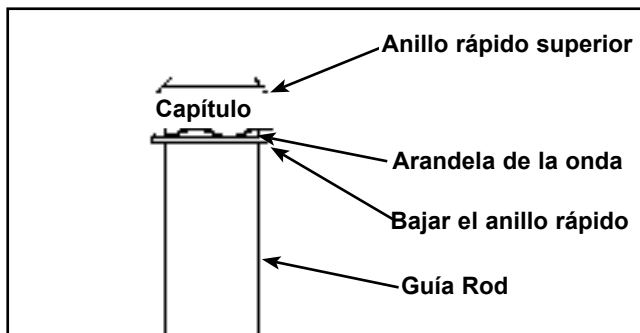

Figura 5
- C. Con los alicates de un anillo rápido externos, quitar el anillo rápido superior a partir de la una de las barras de guía y bajar cuidadosamente la barra de guía. Véase El Figura 5.